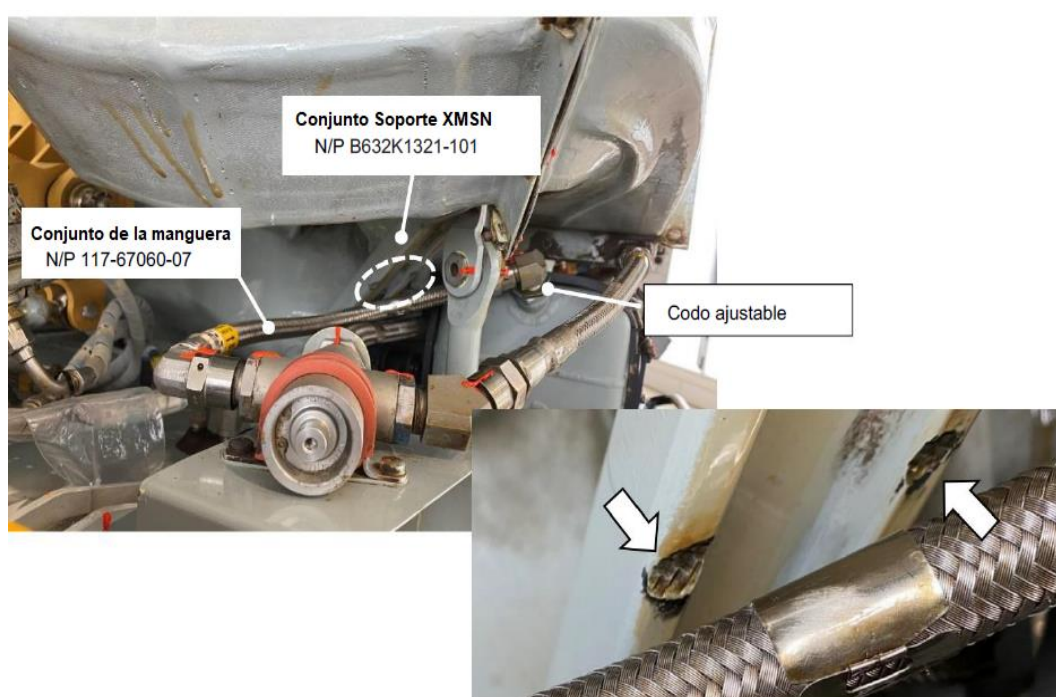

Figura 1: Daños en el conjunto de soporte del MGB
- En caso de duda sobre la interpretación y el análisis de estos fenómenos, puede ponerse en contacto con Airbus Helicopters (abriendo una solicitud técnica (TE) a través del sitio web de Airbusworld) que está a su disposición para cualquier ayuda que necesite.
**2. SIN N° 4008-S-71 Revisión 0 2024-06-04.** Airbus Helicopters fue informado sobre un caso en el que una manguera del sistema de refrigeración de aceite dañó el conjunto de soporte de la transmisión principal (ver Figura 1).
- Con esta Noticia informativa de seguridad, Airbus Helicopters hace referencia a la instalación del conjunto de manguera (1, Fig. 2) entre el codo (2) y la válvula de derivación térmica (3). Mientras lo hace, asegúrese de que el conjunto de manguera (1) no pueda entrar en contacto con el conjunto de soporte del MGB (ver Fig. 1). Esto incluye la posibilidad de que durante el funcionamiento el conjunto de manguera (1, Fig. 2) pueda oscilar o vibrar como se mostró en la figura 1. por lo tanto, podría causar daños en el conjunto de soporte del MGB (consulte las marcas claras).